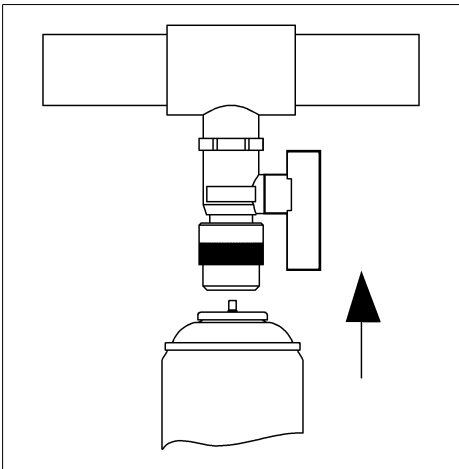

Abb. 3: Befüllen
- QUICK-DOS Druckdose in die Dichtung des Adapters QUICK-AN führen (siehe Abb. 3).